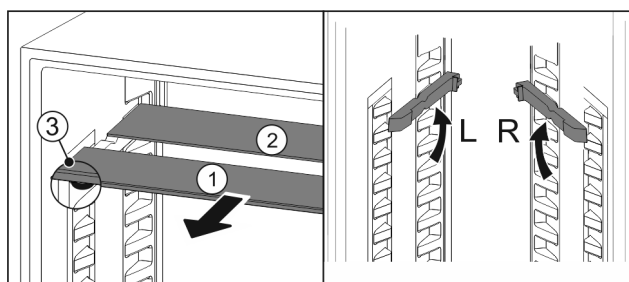

Fig. 27
- estrarre i ripiani di vetro singolarmente tirando in avanti Fig. 27 (1).
- ▷ Il piano in vetro Fig. 27 (1) con il motivo ornamentale è nella parte anteriore.
- ▷ I fermi Fig. 27 (3) sono rivolti verso il basso.